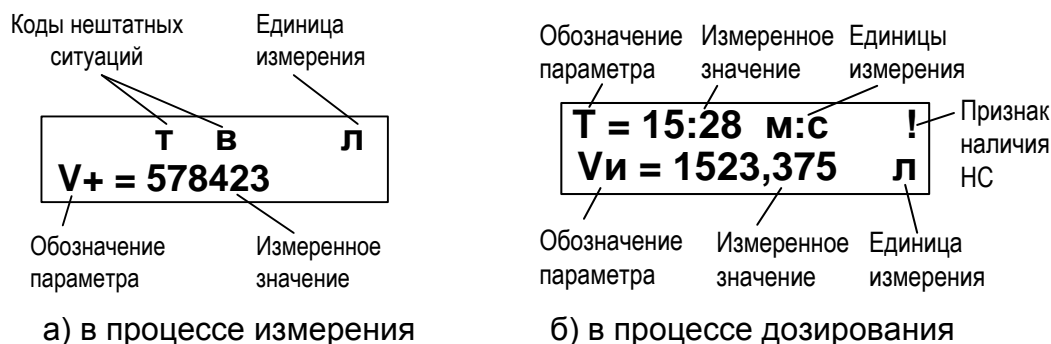

Рис. 3. Вид индикации расходомера.
- в процессе измерения (рис.3.а) – коды нештатных ситуаций (НС) и единицы измерения (первая строка), измеряемые параметры и результаты измерений (вторая строка);
- в процессе дозирования (рис.3.б) – параметры дозирования и единицы измерения (первая и вторая строка).
При наличии нештатной ситуации в работе трубопровода или неисправности прибора в первой строке индикатора отображаются соответствующие символы (рис.3а).